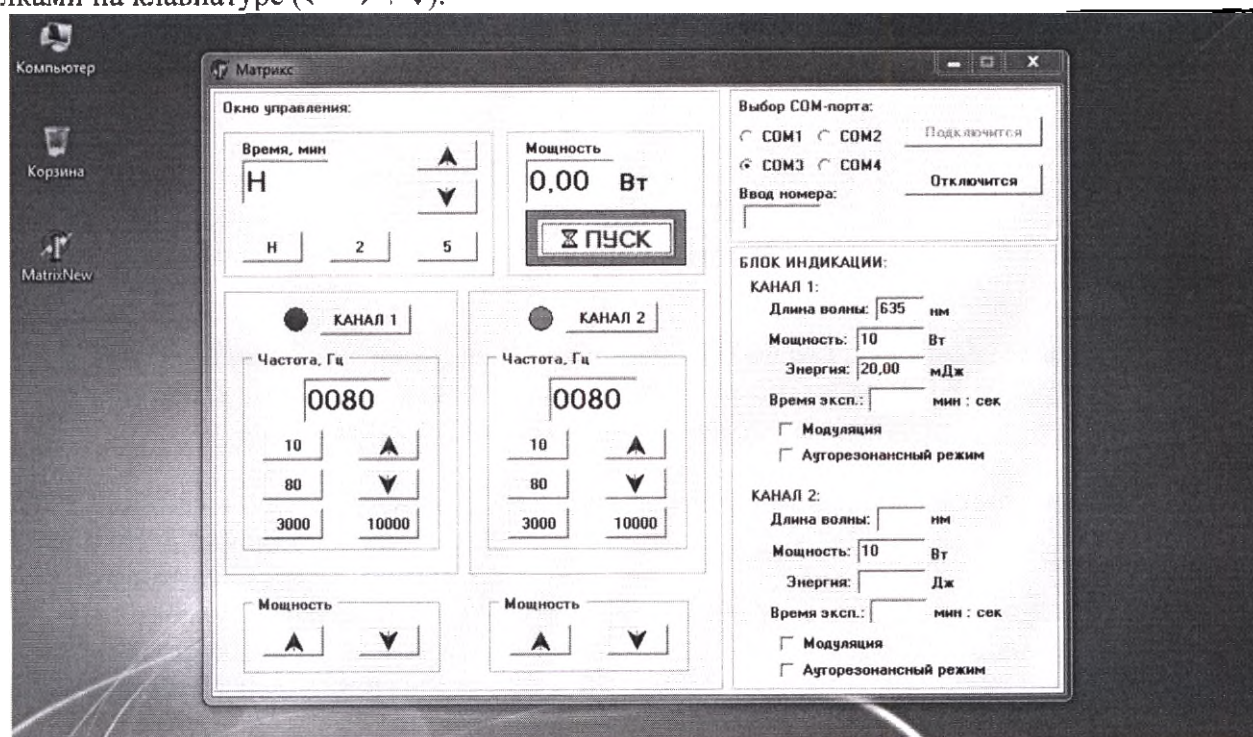

Рис. 4. Панель управления блоком БИО для реализации внутреннего режима работы аппарата
5.1.3. Запустить программу «MatrixNew», используя соответствующий ярлык на экране блока БИО. Появится окно «Матрикс» (активная панель управления и индикации), которое условно разделено на три сектора, справа вверху – подключение, справа внизу – дополнительная индикация параметров по каждому каналу, слева – дублирующая панель управления ББ аппарата (рис. 4). Перемещение по панели можно осуществлять как с помощью курсора мыши, так и стрелками на клавиатуре (← → ↑ ↓).